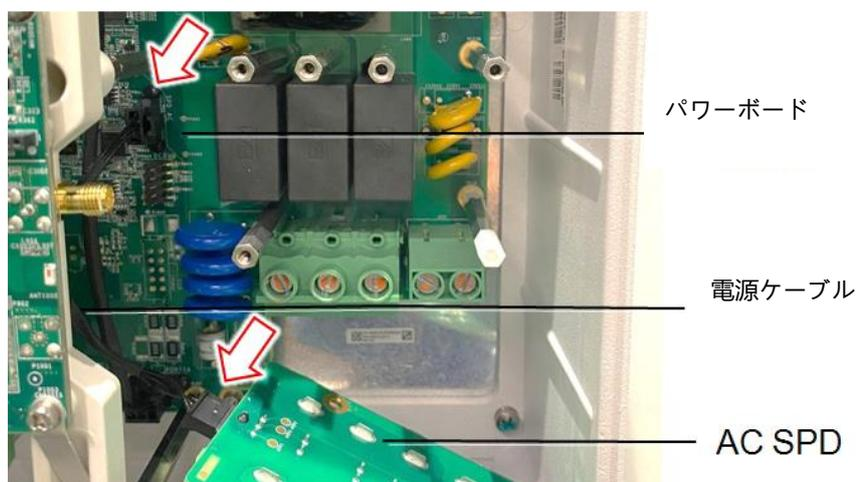

図 4: AC SPD電源ケーブル
6. パワーボードとAC SPD上のコネクタに電源ケーブルのプラグを接続してください(図4参照)。